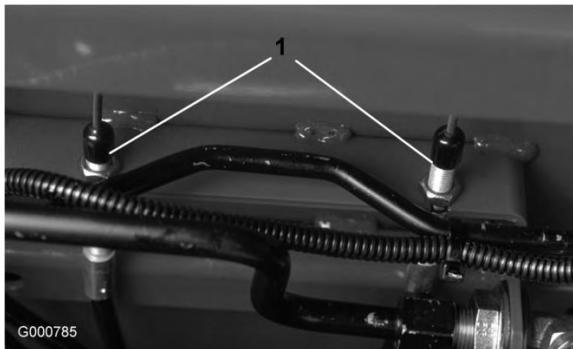

Figure 75
2. Pour réduire la garde aux pédales de frein, serrez les freins en desserrant l'écrou avant sur l'extrémité filetée du câble de frein (Figure 75). Serrez ensuite l'écrou arrière pour ramener le câble en arrière pour obtenir une garde aux pédales de frein de 1,25 à 2,5 cm. Resserrez les écrous avant une fois que les freins sont réglés correctement.